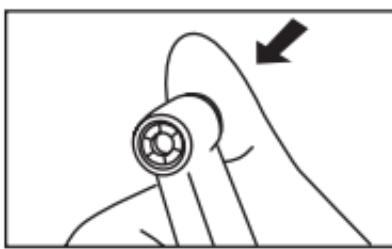

Fig. 1
(1) Установка
- Нажмите кнопку, чтобы открыть зажимной патрон. (Рис.1)